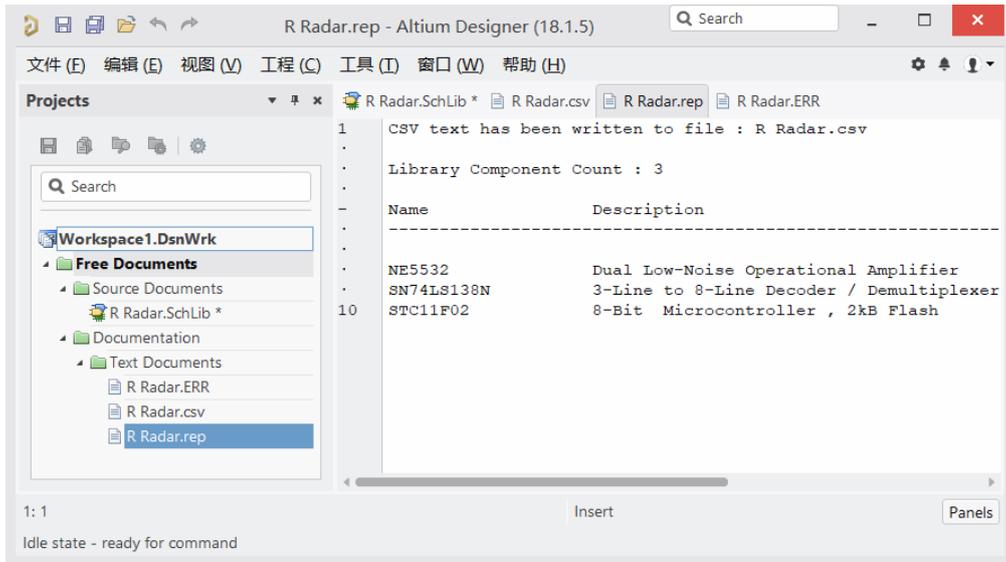

图 5-40 库列表
(1) 打开原理图库 R Radar.SchLib。
(2) 执行 **【报告】|【库列表】** 命令，系统自动生成了 2 个描述库中所有元件信息的文件，扩展名分别为.csv 和.rep，如图 5-40 所示。